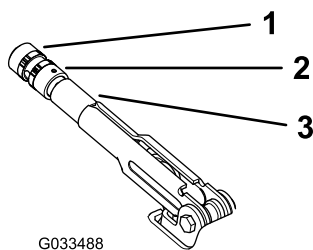

Figura 57
2. Afloje el tornillo de fijación que sujeta el pomo a la palanca del freno de estacionamiento (Figura 57).
3. Gire el pomo (Figura 57) hasta que se requiera una fuerza de 20–22 kg para accionar la palanca.
4. Apriete el tornillo de fijación cuando termine (Figura 57).